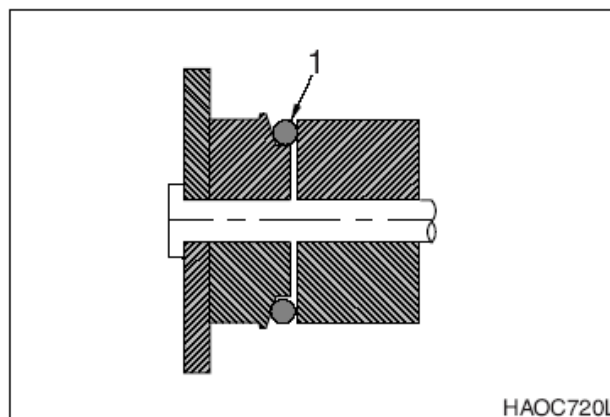

Рис. 97
5. Поместить новую уплотнительную прокладку (1, рис. 97) в канавку для уплотнительной прокладки.